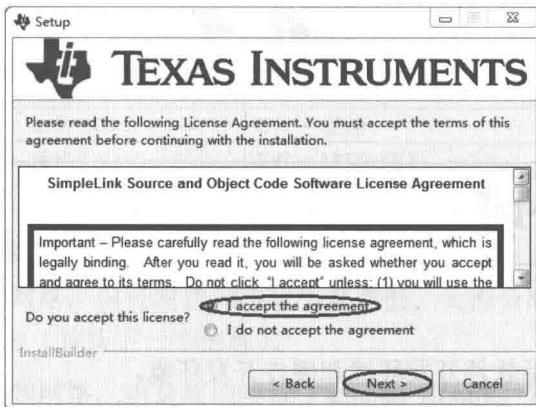

图 2.2 CC3200 SDK v1.1.0 许可协议
(2) 单击“Next”（下一步）按钮，显示如图 2.2 所示的许可协议。